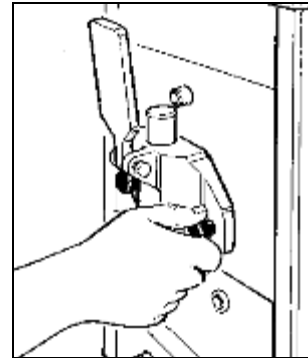

Abb. 4
- Die Befestigungsgriffe abschrauben und den frontalen Flansch entfernen (Abb. 4 und 5).